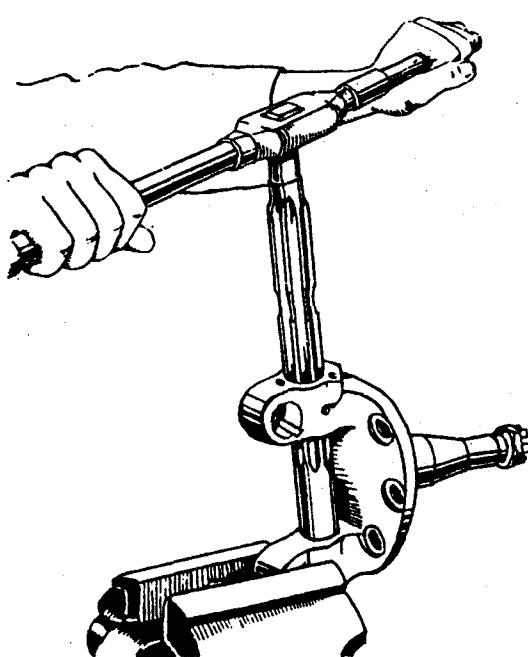

Рис. 60. Развертывание втулок шкворня
12. Развернуть одновременно обе новые втулки с помощью специальной развертки (рис. 60) до диаметра  $30^{+0.05}_{-0.02}$  мм.